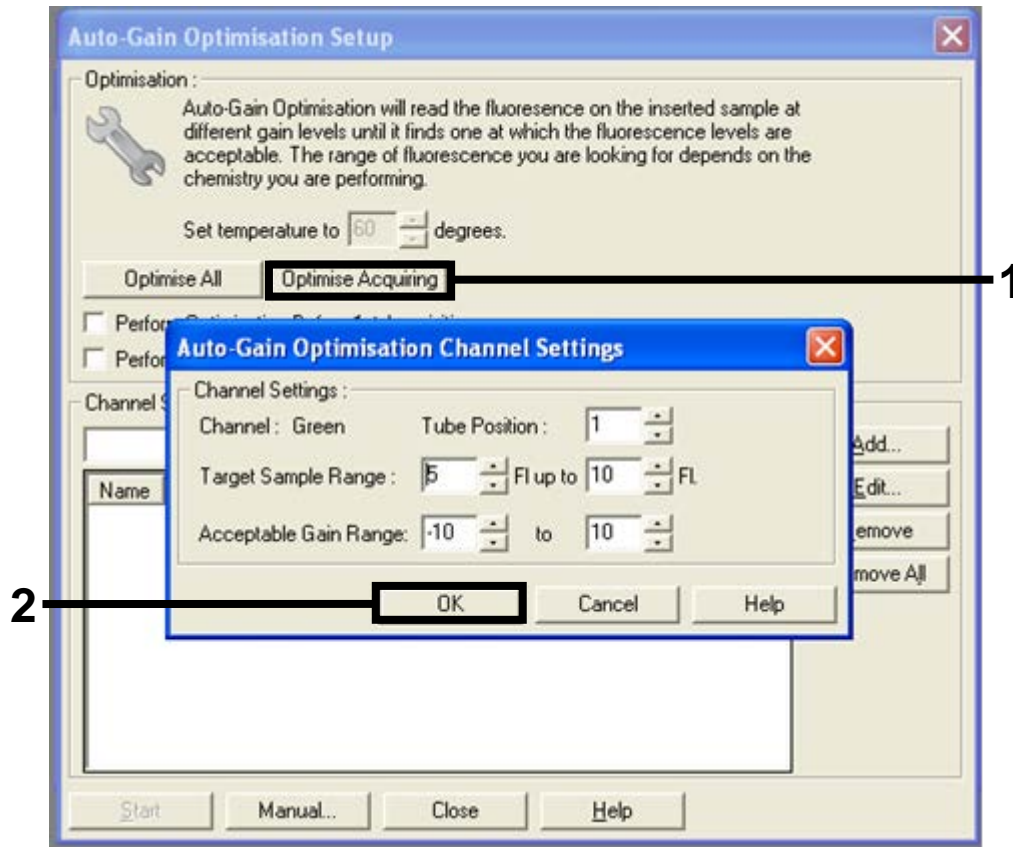

Abbildung 31. Automatische Verstärkungsoptimierung für den grünen Kanal
13. Klicken Sie auf die Schaltfläche „Optimise Acquiring“ (Erfassung optimieren). Es werden für jeden Kanal die Kanaleinstellungen angezeigt. Bestätigen Sie diese Standardwerte, indem Sie für beide Kanäle auf „OK“ klicken (siehe Abbildung 31).